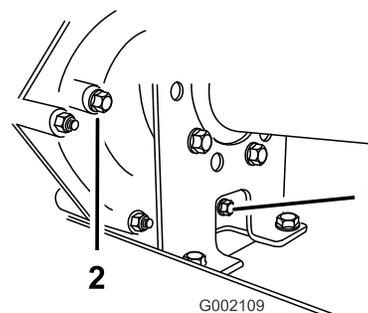
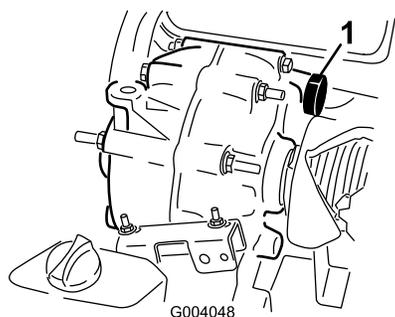

Рисунок 50
Рисунок 51
2. Тщательно протрите места вокруг пробок заливного и сливного отверстий ветошью (Рисунок 50).
4. Снимите пробку заливного отверстия, повернув ее против часовой стрелки (Рисунок 50).
5. Снимите пробку заливного отверстия, повернув ее против часовой стрелки (Рисунок 50).
6. Установите пробку сливного отверстия с прокладкой в сливное отверстие трансмиссии и затяните (Рисунок 50).
7. Долейте в бак (Рисунок 51) через заливное отверстие приблизительно 1,4 л рабочей жидкости указанного типа или пока уровень рабочей жидкости в трансмиссии не станет на уровне нижней части резьбы. (Рисунок 50).
8. Установите и затяните пробку заливного отверстия с прокладкой в заливное отверстие трансмиссии (Рисунок 50).
10. Проверьте уровень рабочей жидкости и добавьте ее, если уровень рабочей жидкости находится ниже резьбовой части заливного отверстия (Рисунок 50).